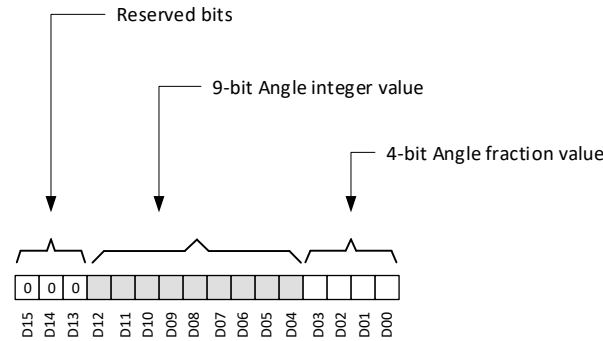

图 7-8. 角度数据定义
TMAG5170 根据 `ANGLE_EN` 寄存器位设置计算角度。图 7-8 显示了 `ANGLE_RESULT` 寄存器将角度信息存储在 13 个 LSB 位中。位 D04 至 D12 存储 0 至 360 度的角度整数值。D00 至 D03 位存储角度分数值，分辨率为 1/16 度。3 个 MSB 位始终填充为 b000。TMAG5170 CORDIC 提供 1/4 度的角分辨率。如果需要更高的角分辨率，可以使用外部 CORDIC。根据 方程式 7 来计算角度。
- D_i 是图 7-8 中所示的数据位。